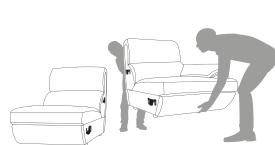

Рис. 1
- поднимите один из элементов и приблизите его к другому элементу (рис. 1),